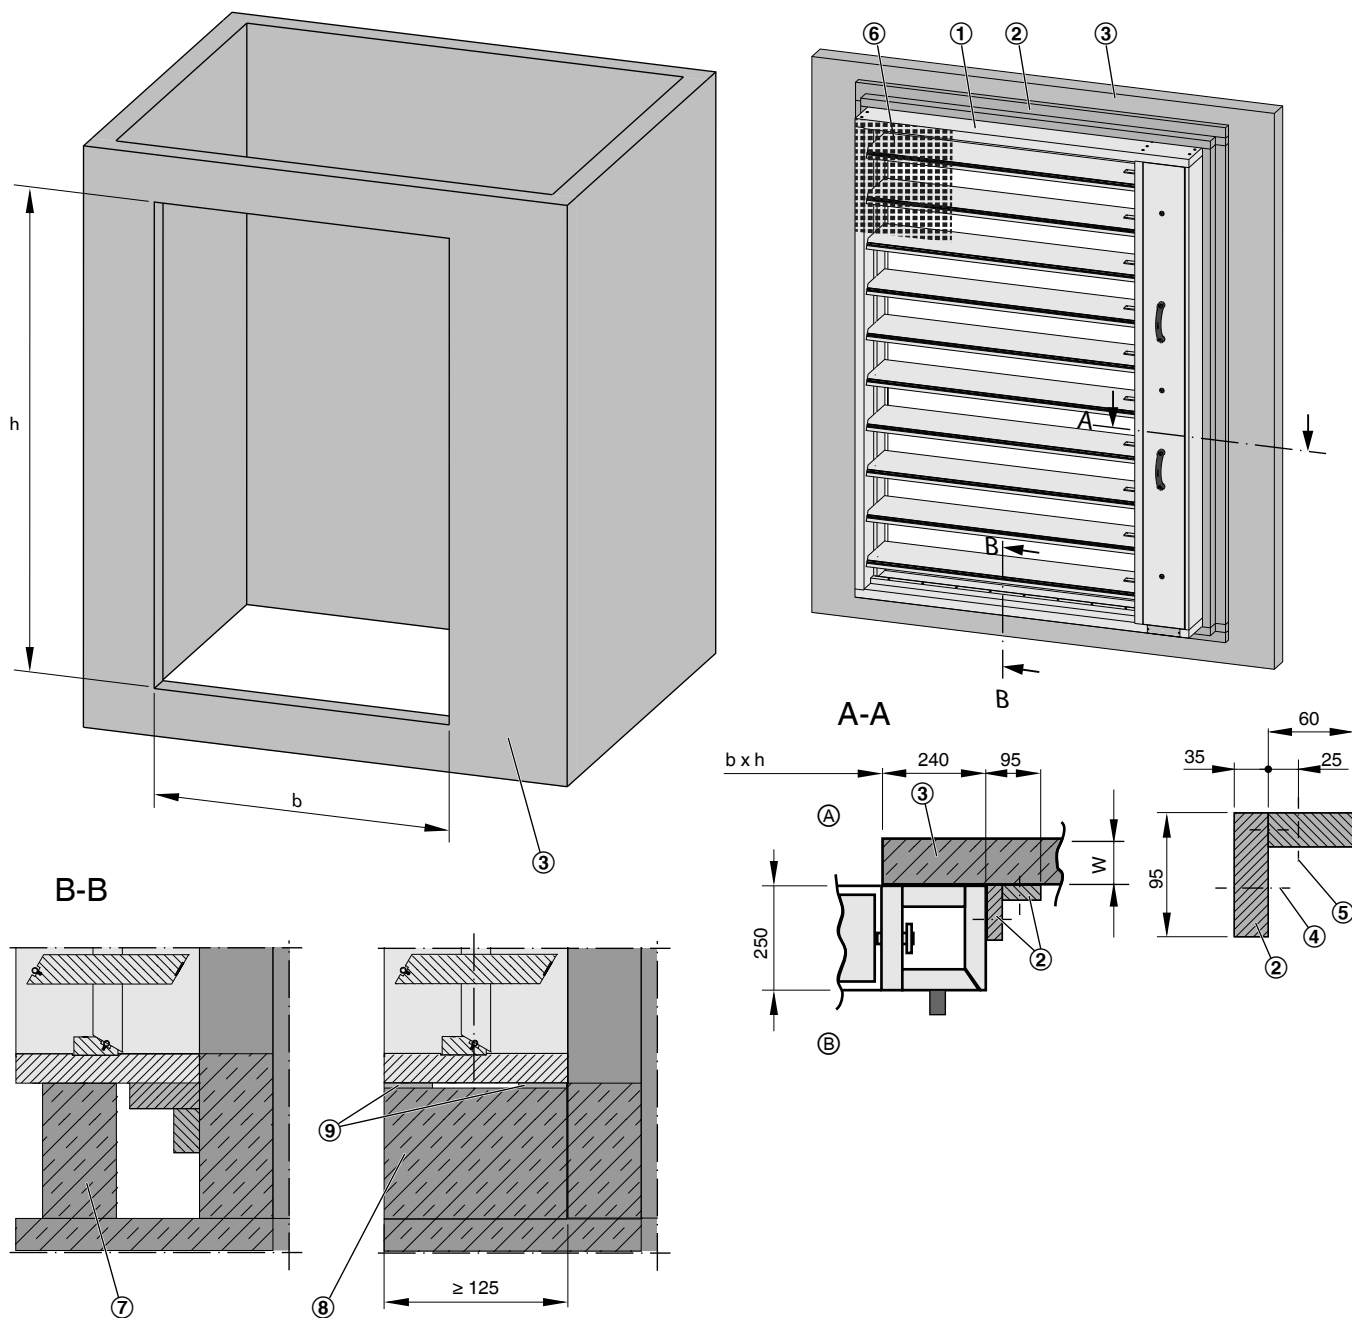

Abb. 10: Einbau an massiver Schachtwand
1. ▶ Einbauöffnung fachgerecht herstellen, siehe Abb. 10.
2. ▶ Riegel (Abb. 10/2) herstellen und an der unteren Seite der Entrauchungsklappe vormontieren.
Wird die Klappe bodenbündig oder auf einem Sockel (Abb. 10/8) gesetzt, entfällt der untere Riegel und es wird ein Keramifaserpapierstreifen (Abb. 10/9) am unteren Rahmen der Klappe angeklebt (Sockelbreite, vorne und hinten bündig).
Riegel an den Stossstellen (Abb. 10/2) untereinander und am Gehäuse verkleben (z. B. K84, Promat oder gleichwertig) und am Gehäuse der Entrauchungsklappe mit Schnellbauschrauben $4 \times 70 \text{ mm}$ verschrauben (mit $\varnothing 3 \text{ mm}$ vorbohren), Schraubabstand $\leq 150 \text{ mm}$.